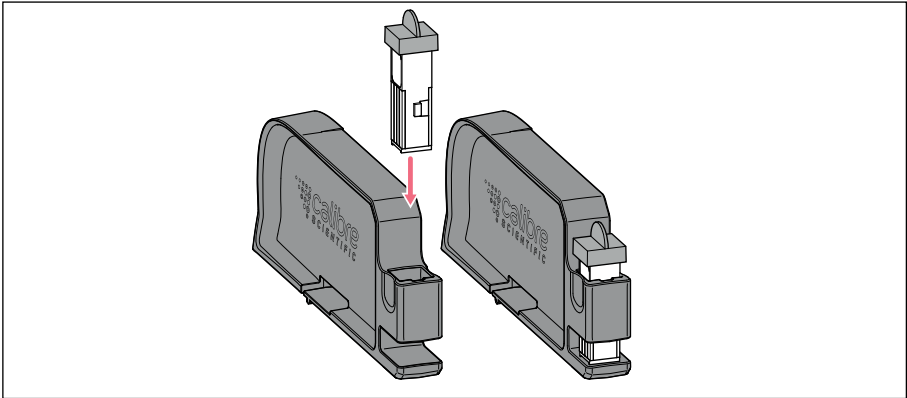

Abb. 5-3: Elektroportationsküvette einsetzen
6. Elektroportationsküvette mit der Kunststoffnase nach hinten in die Küvettenaufnahme des Einschubs stecken (Abb. 5-3 auf S. 42).